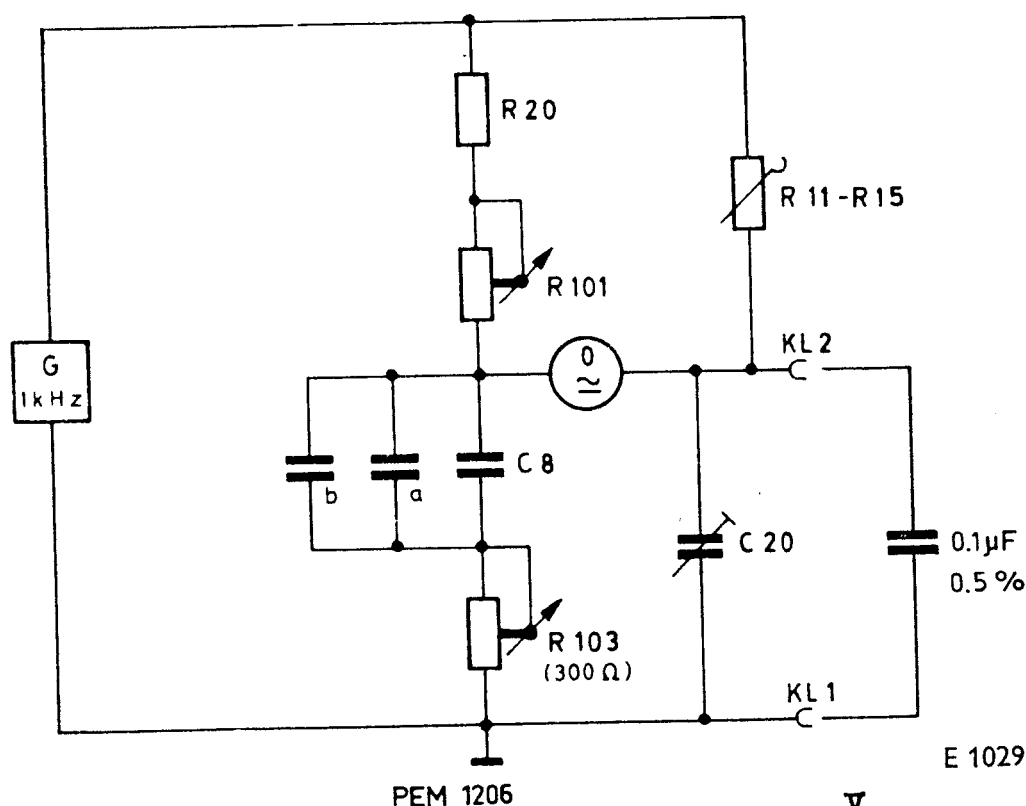

Abb. 16. Abgleich des C-Bereichs bei 1 kHz
1. Abgleich des C-Bereiches bei 1 kHz; C8 (Abb. 16)
- Durch Shunten von C8 (a, b, Abb. 16) Nullabgleich vornehmen
2. Einsteller R103 „ $\tan \delta$ “ kleiner Bereich (Abb. 16)